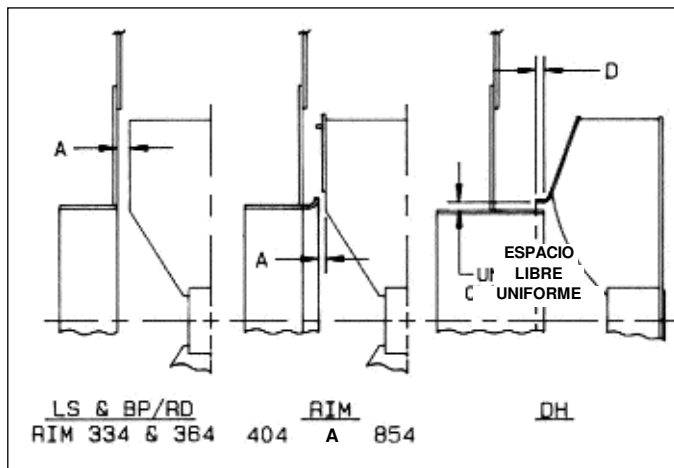

Figura 3
- Cuando se esté instalando una rueda o cono nuevo, debe mantenerse el espacio libre apropiado del cono a la rueda de entrada (vea la Figura 3).